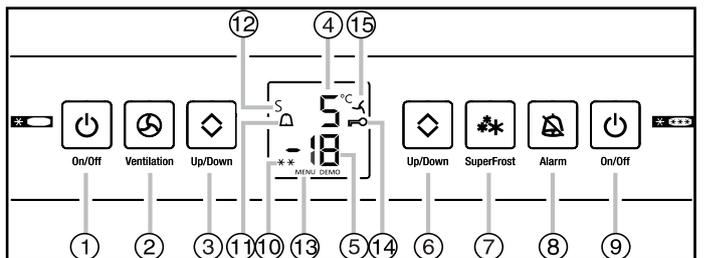

Fig. 11
- ▶ Presionar la tecla On/Off del congelador, fig. 11 (9) como mínimo durante 3 s.
- ▶ Presionar la tecla On/Off del frigorífico, fig. 11 (1) como mínimo durante 3 s.